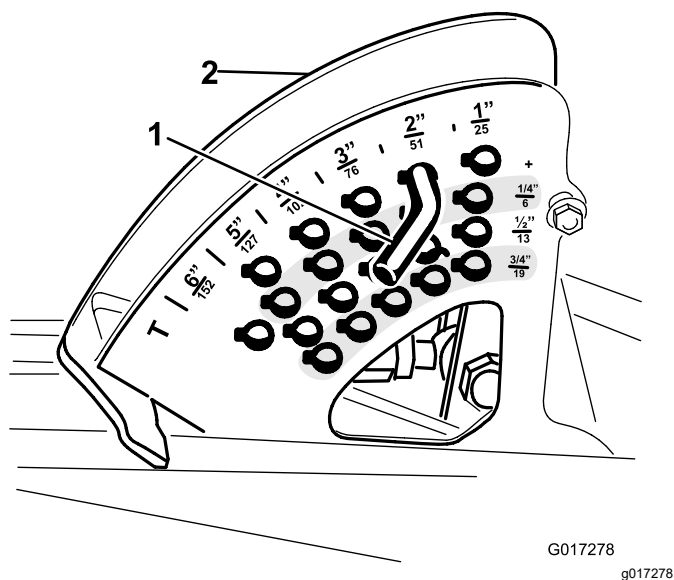

Figure 5
3. Notez l'emplacement de la goupille de réglage de hauteur de coupe sur le support de hauteur de coupe pour le remontage (Figure 5). Déposez la goupille de réglage de hauteur de coupe du support de hauteur de coupe.
6. Insérez la goupille de réglage de hauteur de coupe dans le support de hauteur de coupe, à la hauteur de coupe voulue (Figure 5).